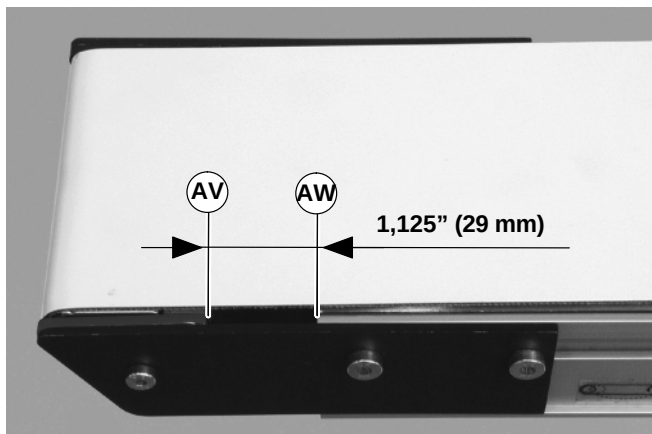

Abbildung 28
2. Vordere Deckplattengruppe so einstellen, daß die Kante der Achsenträgerplatte (AV siehe Abbildung 28) vom Förderbandende (AW) um 29 mm getrennt ist. Den Gurt ersetzen, falls innerhalb eines Abstandes von 38 mm keine ordnungsgemäße Spannung erzielt werden kann. Siehe **HINWEIS**.